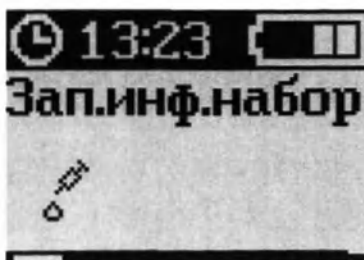

Рисунок 53 – Экран «ЗАП.ИНФ.НАБОР»
2. Кнопками «ВВЕРХ» и (или) «ВНИЗ» выбрать пункт «ЗАП.ИНФ.НАБОР» (рисунок 53).
1. Зайти в пункт меню «ЗАП.ИНФ.НАБОР» (рисунок 53).